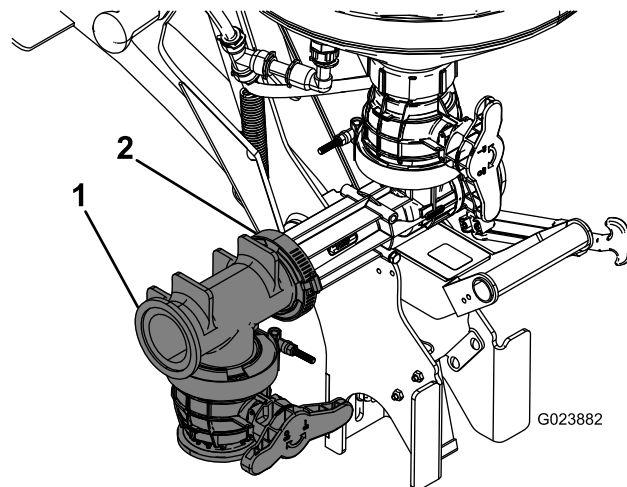

図 13
12. エダクタ・アセンブリに T バルブを取り付ける；ガスケットとウォームねじクランプを使用する（図 13）。